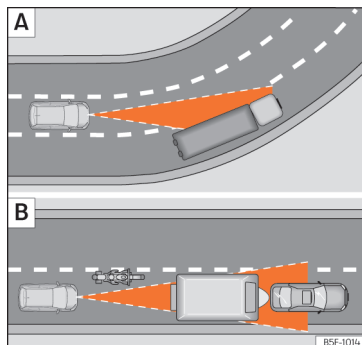

Abb. 107 A) Fahrzeug in einer Kurve. B) Vorausfahrender Motorradfahrer außerhalb des Erfassungsbereichs des Radarsensors.
Es ist möglich, dass die ACC das vorausfahrende Fahrzeug in der Kurve nicht erkennt oder die Entfernung zu Fahrzeugen einstellt, die sich auf anderen Fahrspuren befinden »» (Abb. 107)
- Versetzt fahrende Fahrzeuge oder Fahrzeuge, die außerhalb des Erkennungsbereichs des Sensors fahren, z. B. Motorräder »» (Abb. 107)